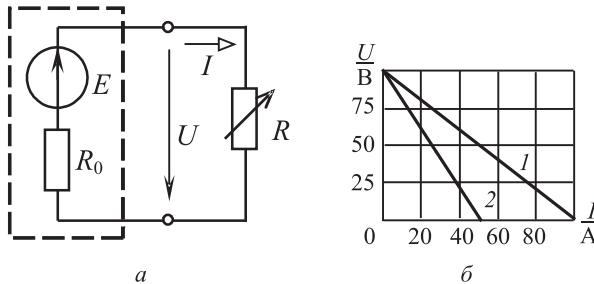

Рис. 1.5
**Задача 1.5.** ЭДС источника схемы (рис. 1.5, а)  $E = 100$  В. Сопротивление внешней цепи  $R$  изменяется от бесконечности до нуля. Построить зависимость  $U(I)$  при двух значениях внутреннего сопротивления источника:  $R_0 = 1 \Omega$  и  $R_0 = 2 \Omega$ .
Зависимость  $U(I)$  для  $R_0 = 1 \text{ Ом}$  представлена на рис. 1.5, б прямой 1, для  $R_0 = 2 \text{ Ом}$  – прямой 2.